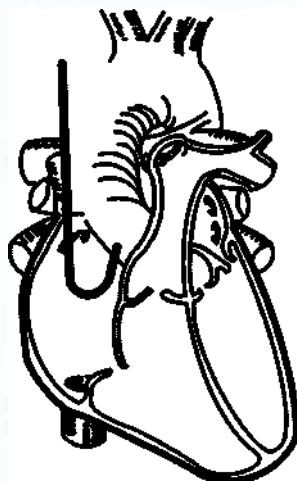

Рисунок 8. Расположение в предсердии
4. Аккуратно потяните узел электрод/стиллет у места входа в вену, чтобы убедиться в контакте кончика электрода и эндокарда. Положение считается удовлетворительным, если кончик электрода расположен у эндокарда в предсердии (Рисунок 8 Расположение в предсердии на странице 22).